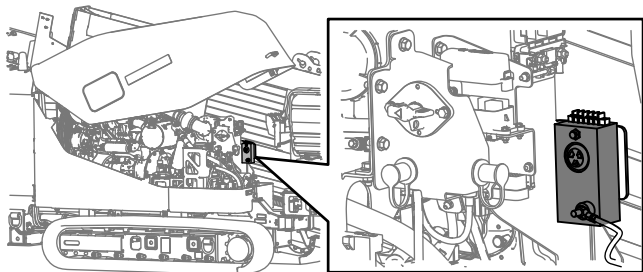
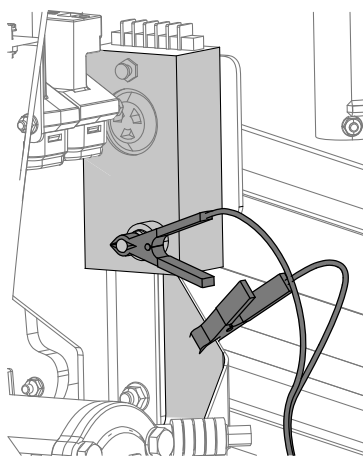

Bild 46
Bild 47
4. Schließen Sie eine Krokodilklemme vom Testgerät für das Stromschlagwarnsystem am Erdungsbolzen des Stromschlagwarnsystems an (**Bild 46** und **Bild 47**).